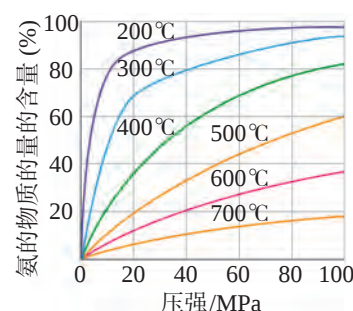

图 2.7 反应条件对合成氨含量的影响(氢氮比为 3)
如图 2.7 所示,温度升高,虽然能增大合成氨的反应速率,但会降低平衡混合物中氨的含量。温度过低,化学反应速率较小,需要很长时间才能达到平衡状态。在选择某反应的温度时,还应考虑催化剂的活性温度,以便最大限度地发挥催化剂的作用。所以,为了工业合成氨有较快的反应速率,必须在铁催化剂活性较高的温度下进行,为此合成氨反应一般选择在 500°C 左右的温度下进行。催化反应主要发生在催化剂的表面,因此,要提高催化效率、降低成本,增大催化剂的比表面积^①十分重要。
- (1) H_2 与硫化合的反应是放热反应还是吸热反应?
- (2) 已知 H_2Te 分解反应的 $\Delta S > 0$, 请解释为什么 Te 和 H_2 不能直接化合。
- (3) 上述资料信息中是否都能够说明硫元素非金属性强于硒元素?
6. 体积比为 1:3 的 N_2 和 H_2 在不同温度及压强下反应, 平衡混合物中氨的物质的量的含量如图 2.7 所示。回答下列问题: